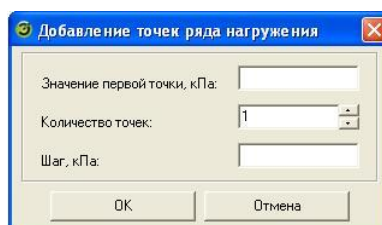

Рисунок 3.7.15 – Диалог добавления точек ряда нагружения
- «*Добавить точки...*». Кнопка предназначена для добавления в конец ряда нагружения произвольного количества точек. При нажатии на неё выводится диалог добавления точек ряда нагружения (рисунок 3.7.15).